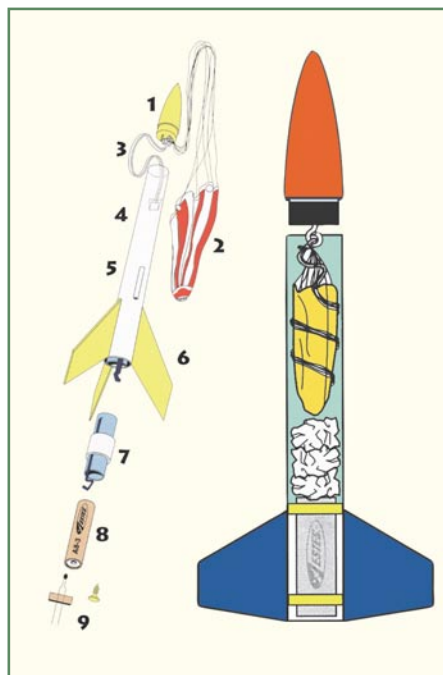

Bild 2: Der Grundaufbau einer Rakete (links) und das Verpacken von Isolierwatte und Fallschirm (rechts) Grafikidee: ESTES
Abbildung 2 zeigt den typischen Grundaufbau einer Modellrakete. Die Raketen spitze (1) ist in das Körperrohr (4) eingesteckt. Sie wird im Verlauf des Fluges durch die Ausstoßladung des Raketenmotors aus dem Körperrohr gedrückt, sodass der Fallschirm (2) austreten kann. Damit beide Teile, Spitze und restliche Rakete, gemeinsam zur Erde zurückkehren, sind sie mit dem so genannten Shock Cord (3), einem elastischen Gummiband, gekoppelt. Für die sichere Führung beim Start ist das seitlich am Körperrohr angebrachte Leitrohr (5) verantwortlich. Die Flossen (6) sorgen für Flugstabilität, so hält die Rakete die Richtung.
Im rechten Teilbild der Abbildung 2 findet man die Isolierwatte, die zwischen Raketenmotor und Fallschirm eingelegt wird und letzteren vor der Beschädigung durch die heißen Gase der Ausstoßladung des Motors schützt.